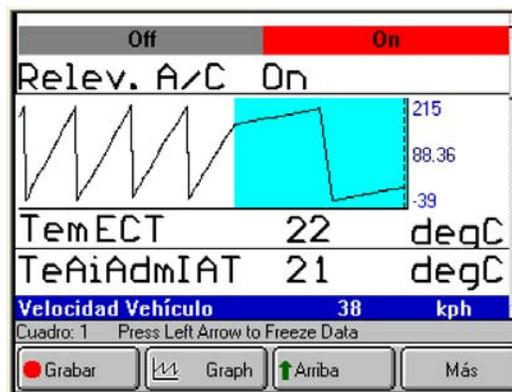

Figura 4.16: Pantalla Línea de Datos - Función Ampliar (Zoom)
- 4 Presione la tecla **ENTER**. Esto amplía el parámetro seleccionado, como se muestra en Figura 4.16.